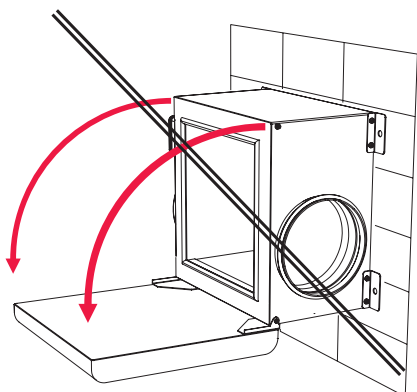

Figura 5.5.3 Montaggio scorretto del ventilatore
- Il ventilatore può essere installato a parete, pavimento o soffitto. A questo scopo vengono fornite quattro (4) viti di fissaggio
- Il montaggio scorretto del ventilatore è illustrato nella *Figura 5.5.3*.